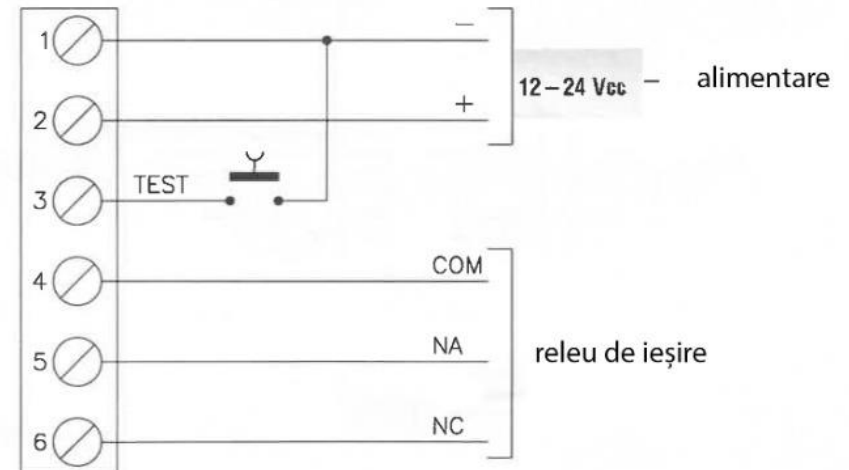

Fig. 5
**9** - FL10 este dotat cu un circuit special de testare la distanță. Pentru a utiliza această funcție, este necesar să conectați un cablu la borma 3 (fig. 5). Conectați acest cablu la negativul alimentării printr-un buton. Apăsând butonul pentru un timp mai lung decât întârzierea de intervenție programată, se activează circuitul de testare intern al detectorului, care simulează acțiunea unei flăcări și detectorul va emite alarma.